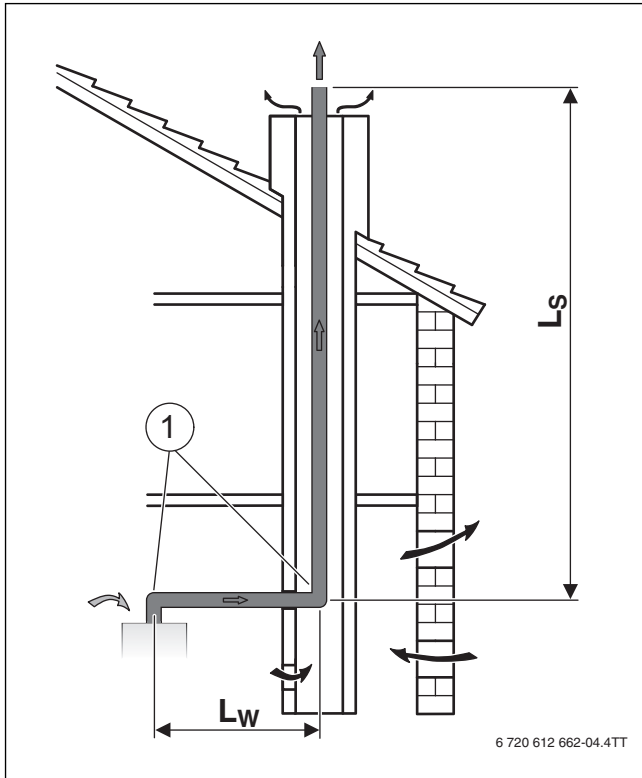

Fig. 8 Condotto di scarico combusto tramite cavedio secondo B23
- Quando il condotto aspirazione/scarico è in un cavedio retroventilato (→ figure 8, 9, 10, 11 e 13) non è necessario eseguire alcuna pulizia.